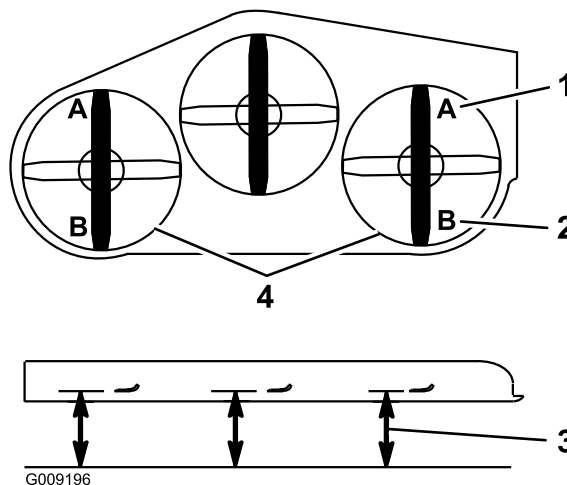

Figura 96
9. En ambos lados de la carcasa, mida desde la superficie nivelada hasta la punta delantera de la cuchilla (Posición A), según se muestra en Figura 96.
16. En ambos lados de la carcasa, mida desde la superficie nivelada hasta la punta trasera de la cuchilla (Posición B), según se muestra en Figura 96.